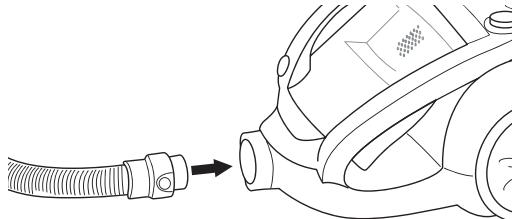

Figure 2
- Le branchement du tuyau souple sur le bloc moteur se fait avec un petit déclic. Pour détacher le tuyau souple, vous appuyez sur les deux boutons latéraux au niveau du branchement et vous l'attirez à vous; voir la figure 2.